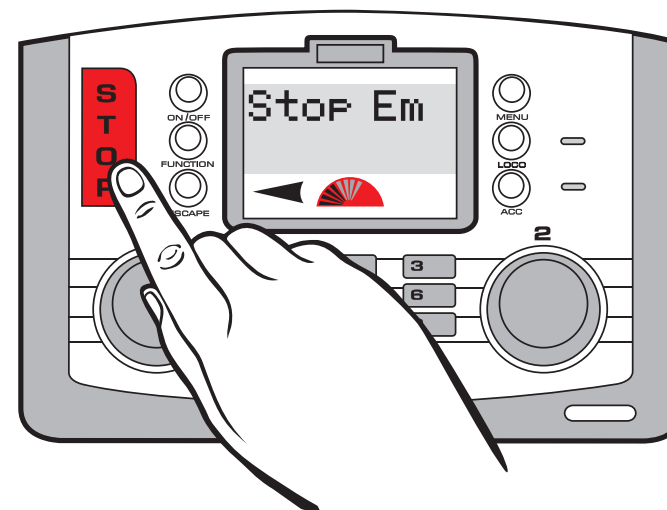

Fig 1
1. Premere il tasto **STOP** situato sulla centralina Elite. Vedere fig. 1.